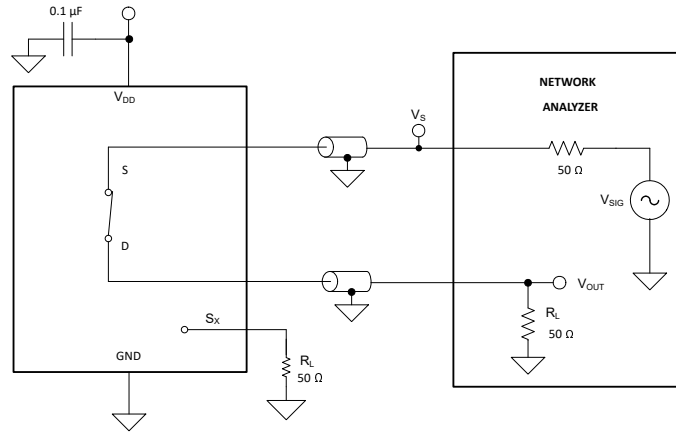

图 8-11. 带宽测量设置
带宽定义为当输入施加到开启通道的源极引脚 (S_x) 且输出在器件的漏极引脚 (D) 处测量时衰减小于 3dB 的频率范围。图 8-11 显示了用于测量带宽的设置。